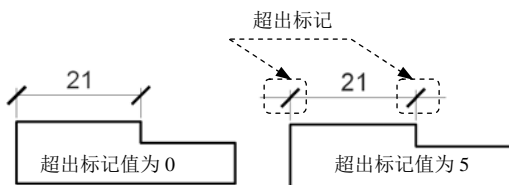

图 8.2.2 设置超出标记
- **超出标记(O):** 文本框: 当尺寸线的箭头采用倾斜、建筑标记、小点、积分或无标记等样式时, 在该文本框中可以设置尺寸线超出尺寸界线的长度。例如将箭头设置为建筑常用的斜杠标记时, 超出标记值为 0 和不为 0 时的效果如图 8.2.2 所示。还可以使用系统变量 DIMDLE 设置该项。